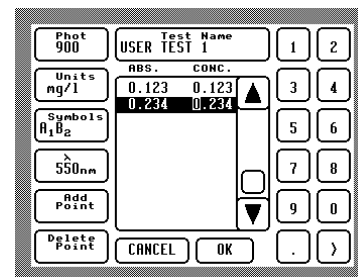

图 24 – 输入标准曲线
- 点击 **Edit**。该检测方法标准曲线所含的数组信息会显示在屏幕中（见图 24，第 31 页）。